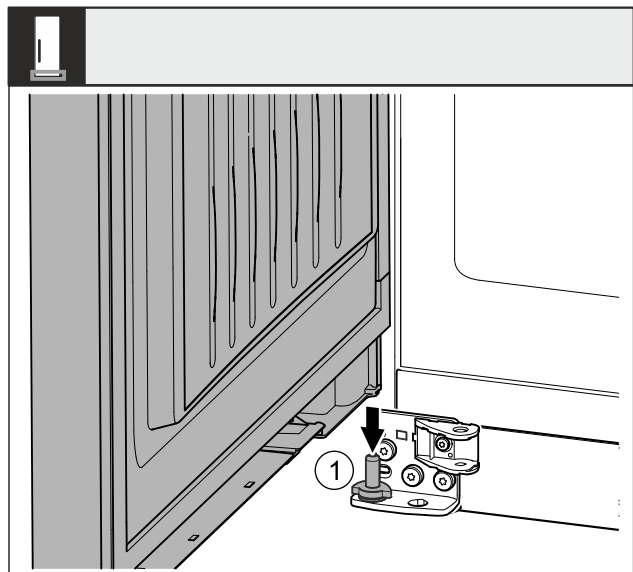

Fig. 42 *
- Nasadte dvre zhora na dolný ložiskový čap Fig. 42 (1).*